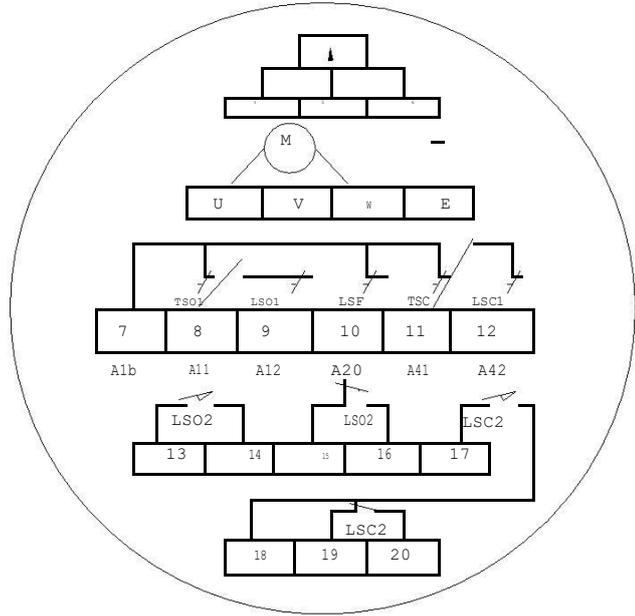

图 14
5.9.2 隔爆型接线见图 14, (电机为单相 220V 电压 V 端子为公共端)。